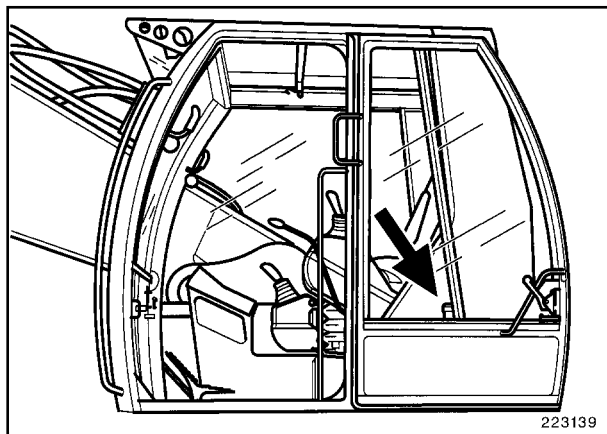

Fig. 14
- Soltar el enclavamiento (Fig. 14), mover la ventanilla a continuación hacia adelante. Para cerrar la ventanilla, moverla hacia atrás hasta se engatille el cerrojo.